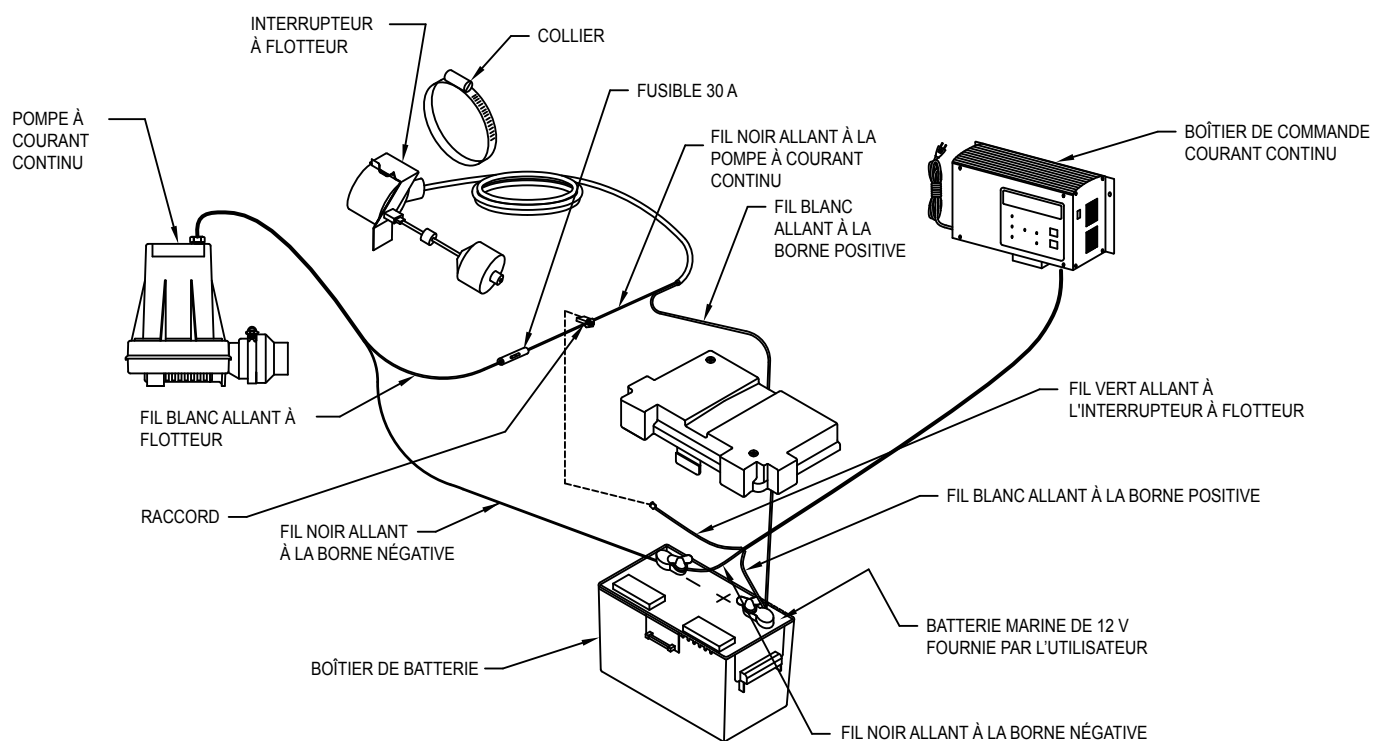

FIGURE 3
- Raccordez le fil vert du capteur au raccordement du capteur (figure 3).
- (a) Vérifier le fusible de 30 A entre la pompe et l'interrupteur (reportez-vous à la figure 3). Si le fusible est grillé, remplacez-le avec un fusible 30 A de type AGC.